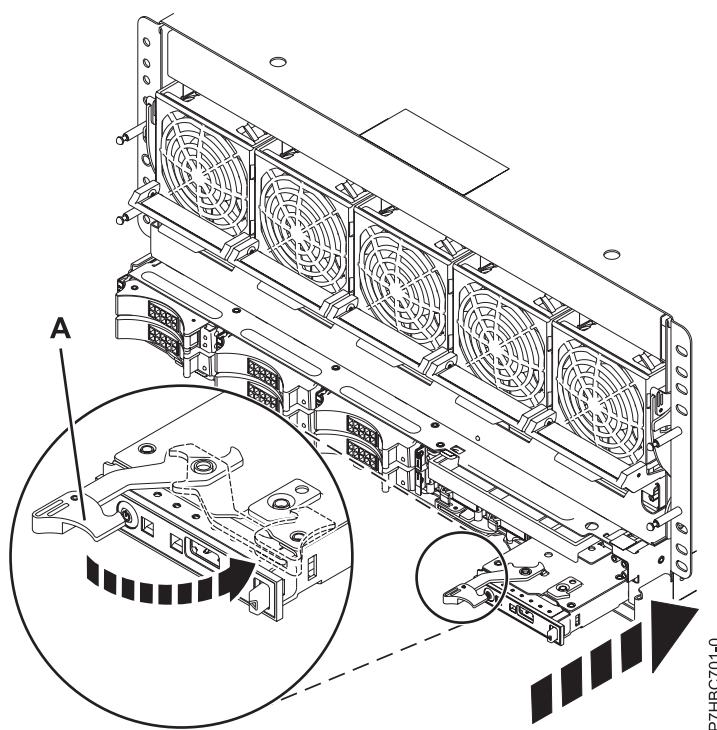

Figura 2. Instal·lació d'un tauler de control
4. Instal·leu el nou tauler de control, com es mostra a la Figura 2.
- c. Moveu el braç de bloqueig (A) cap a la dreta i feu pressió sobre el pestell fins que encaixi al seu lloc, tal com es mostra a la il·lustració següent.